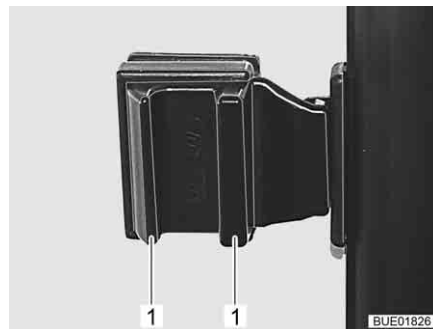

Bild 107 Schiebefenster mit Druckverriegelung
- Griffe (Bild 107,1) zusammendrücken und gedrückt halten.